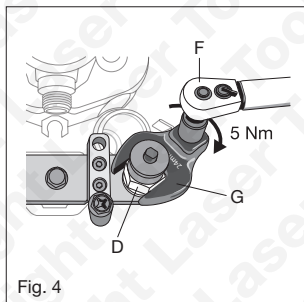

Fig. 4
7. Se reporter à la Figure 4 : Régler la clé dynamométrique F sur 5 N.m en rotation dans le sens antihoraire.
8. Avec la clé dynamométrique, utiliser un embout « crowfoot » de 24 mm (G) sur la tête hexagonale des filets d'extraction (D).